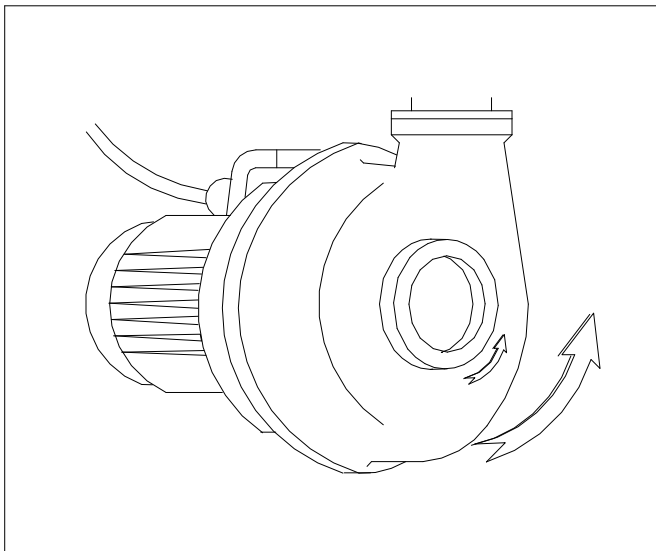

Fig. 5.2
- Leg de pomp horizontaal neer en verwijder, indien aanwezig, de zuigbocht. Start de pomp. De juiste draairichting is, door de zuigopening gezien, tegen de wijzers van de klok in (zie pijl op het pomphuis, Fig. 5.2).